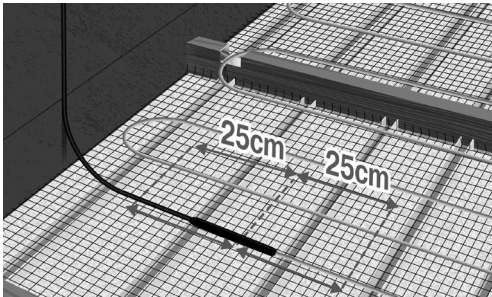

Abb. 16. Legen Sie das Kabel gerade auf jede Seite der Verbindung
6. Die Kabel werden ca. 25 cm beiderseits der Verbindung zwischen Kaltkabel und Heizkabel befestigt, gemessen von der Mitte der Verbindung. Achten Sie darauf, so zu beginnen, dass das Kaltkabel den Thermostat erreichen kann. (Abb. 16).